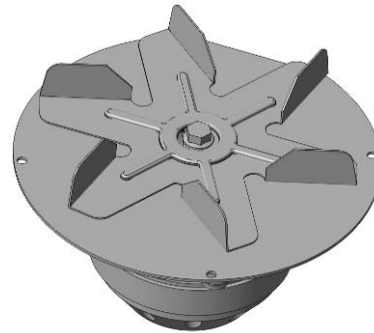

Abb. 47: Gebläse ausgebaut
2. Alle Flügelräder mit einem Lappen oder Bürste säubern Abb. 47.